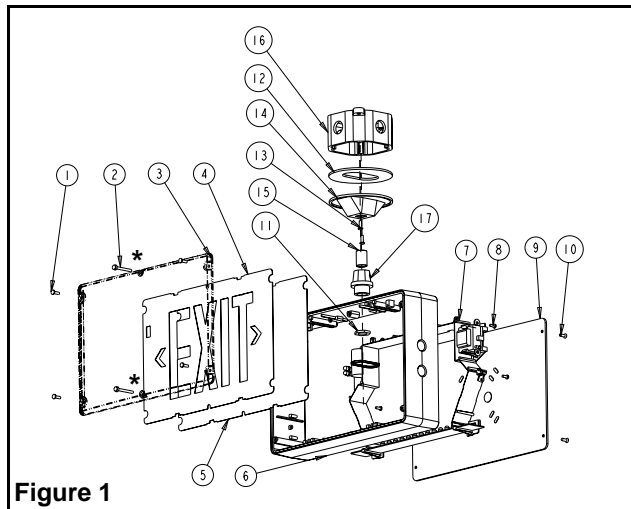
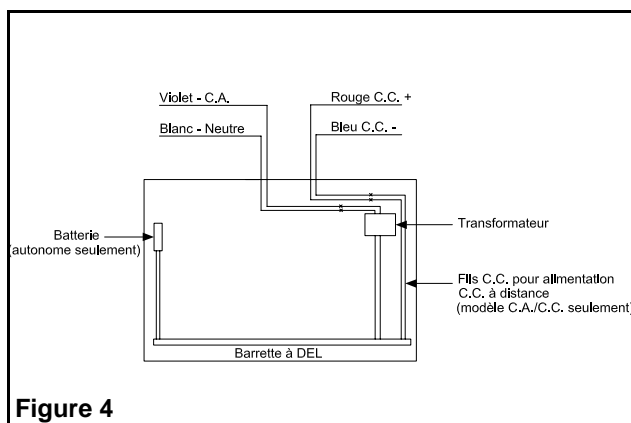

Figure 1
Figure 4
Montage au plafond (figure 1)
- d. S'assurer que la vis de retenue est accessible (voir figure 1, pièce n° 13). Utiliser les vis de la boîte de jonction pour fixer le couvercle à la boîte de jonction.
- f. Défoncer le trou situé sur le dessus du cadre. Il est important de défoncer le trou de gauche. Ce trou servira au montage (voir figure 1). Soutenir le cadre à l'aide de deux blocs de bois espacés à un pouce maximum. Enlever les trous défonçables en frappant d'un coup sec à l'aide d'un marteau et d'un tournevis. Débarrasser les trous de toute bavure, afin de permettre un bon contact avec le raccord fileté.
2. **Connexions électriques:** Connecter le transformateur, à l'intérieur du boîtier, puis l'autre extrémité à la ligne C.A. dans la boîte de jonction. Connecter le conducteur blanc au neutre et le conducteur violet à la C.A. (entrée universelle 110 à 347 V C.A.). (Voir figure 4). Connecter le fil de mise à la terre (fil vert) à la boîte de jonction.
- Option :** Pour les modèles C.A. utilisés avec l'alimentation C.C. à distance: Une extrémité sera connectée aux conducteurs de la barrette à DEL, à l'intérieur du boîtier, puis l'autre extrémité sera connectée à l'alimentation C.C. dans la boîte de jonction. Connecter le conducteur rouge au positif, et le conducteur bleu au négatif de l'entrée C.C. à distance (voir figure 4).
- Pour le montage mural :** Fixer le cadre(6) à la boîte de jonction à l'aide des vis ainsi que des rondelles dentelées fournies afin d'assurer une continuité électrique.
5. Installer la lentille au moyen des vis inviolables. Les o-bagues doivent être installées sur les vis du centre entre la lentille et le cadre comme montré dans figure 1. **Les vis inviolables devraient être serrées de manière égal à environ 5 lb-po (0,6 N-m).**